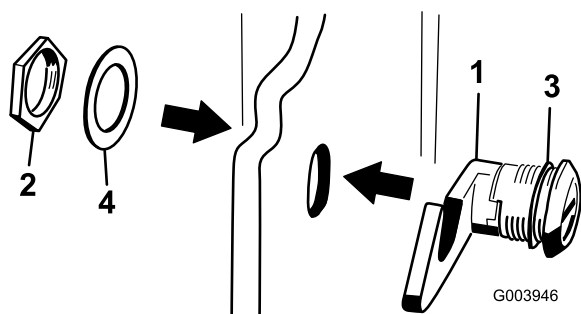

Figura 17
3. Togliete il dado dal gruppo fermo del cofano (Figura 17).
4. Dall'esterno del cofano, inserite il lato gancio del fermo attraverso il foro presente nel cofano. La rondella elastica di tenuta deve rimanere all'esterno del cofano (Figura 17).